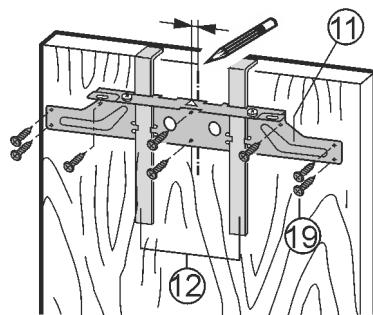

Fig. 19
- Alinee el travesaño de fijación Fig. 19 (11) centrado en la puerta.
- Burlete a la izquierda: Desplace el travesaño de fijación Fig. 19 (11) 1/4 (6 mm) hacia la izquierda.
- Burlete a la derecha: Desplace el travesaño de fijación Fig. 19 (11) 1/4 (6 mm) hacia la derecha.